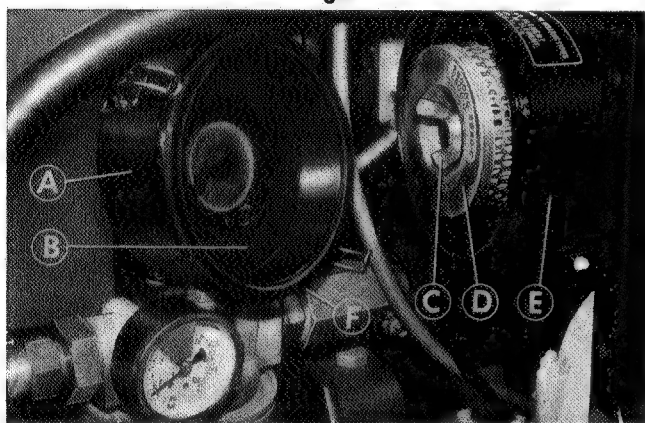

Fig. 38
2. Replace air cleaner element (Fig. 38)
- (a) Proceed as for cleaning the element for 'every 25 working hours' but discard the element (D) and fit a new one.
- (b) Tighten the wing nut (C) securely.
- (c) Refit baffle cover (B) ensuring that the tab (F) located in the slot on the cleaner body (E).
- (d) Refit bowl (A) and secure with toggle clips.
2. **Luftfilterelement wechseln** (Fig. 38)
- (a) Wie zur Reinigung des Elements alle 25 Betriebsstunden vorgehen, jedoch das Element (D) entsorgen und durch ein neues ersetzen.
- (b) Die Flügelmutter (C) fest anziehen.
- (c) Das Luftleitblech (B) einbauen und darauf achten, daß die Nase (F) im Schlitz des Filterkörpers (E) einortet.
- (d) Den Topf (A) einbauen und mit den Klammern sichern.
2. **Remplacer la cartouche du filtre à air** (Fig.38)
- (a) Procéder comme lors du nettoyage, mais remplacer la cartouche (D) par une neuve.
- (b) Bien resserrer l'écrou papillon (C).
- (c) Remettre en place le couvercle de la chicane (B) en s'assurant que la languette (F) pénètre bien dans la fente du filtre (E).
- (d) Remonter le bol (A) puis serrer les agrafes.